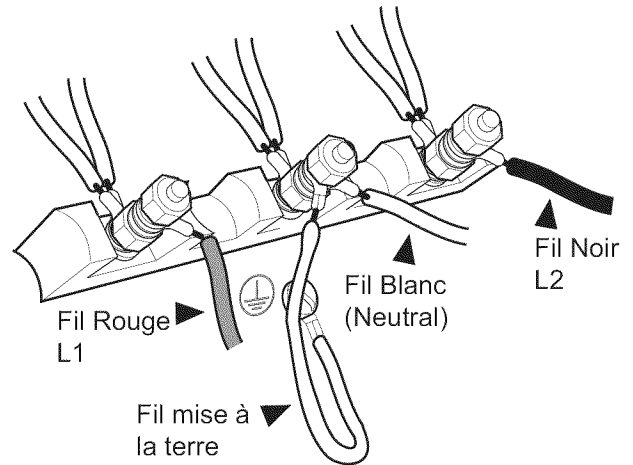

Figure 14 : Connexion à trois fils
4. Fixez le fil neutre mis à la terre du circuit d'alimentation au plot central (de couleur argent) du bloc de jonction (consultez la *Figure 14*).